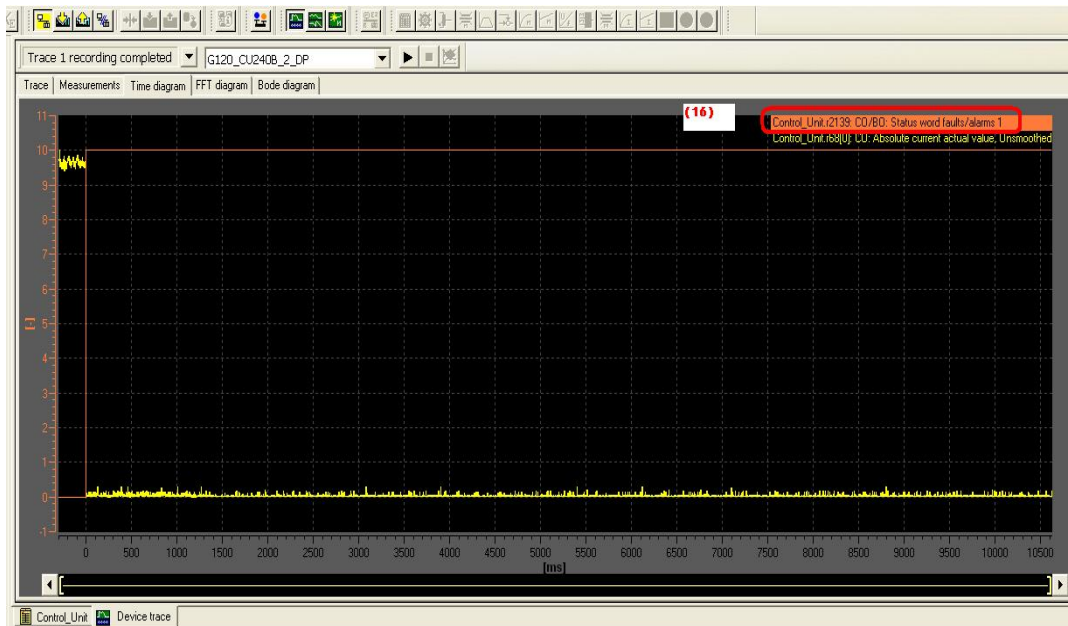

图 6
(16) r2139(报警/故障状态字)的值为 10，见图 6；